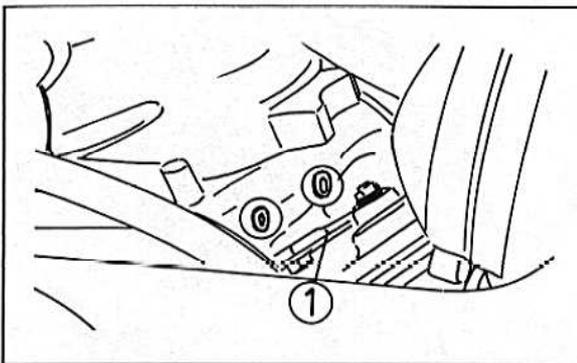

Bild 356
- Die Bride von der unteren Gabelbrücke abschrauben (Bild 356).